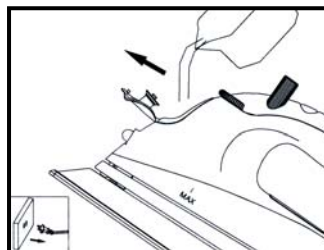

Fig. 1
1. Ouvrez le couvercle de l'entrée d'eau. Tenez le fer à un angle léger, versez l'eau doucement dans l'entrée d'eau. (Fig. 1) Remplissez le réservoir au niveau désiré ou au niveau « MAX » à l'aide du godet de remplissage (lorsque le fer est debout, le réservoir transparent vous permet d'évaluer la quantité d'eau).